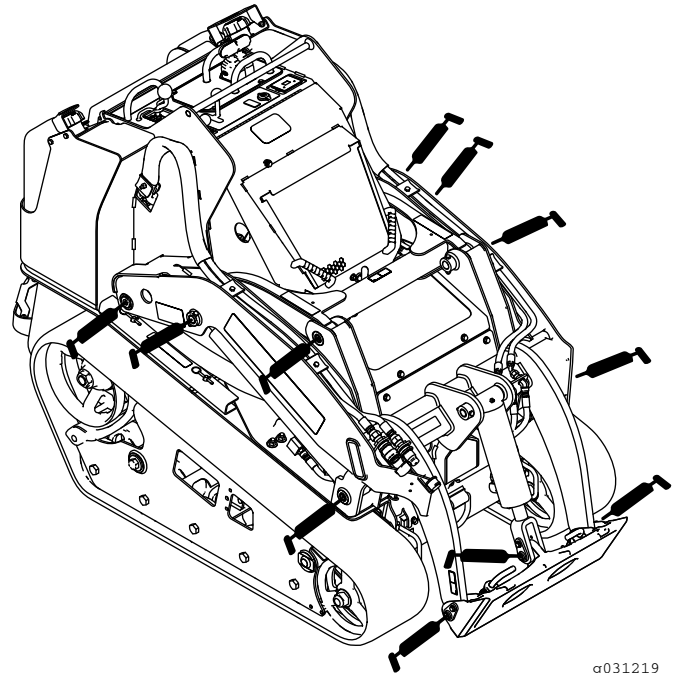
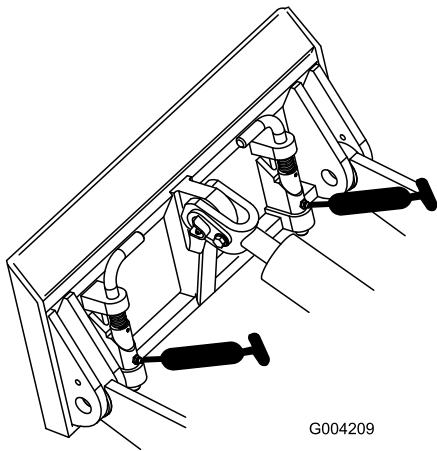
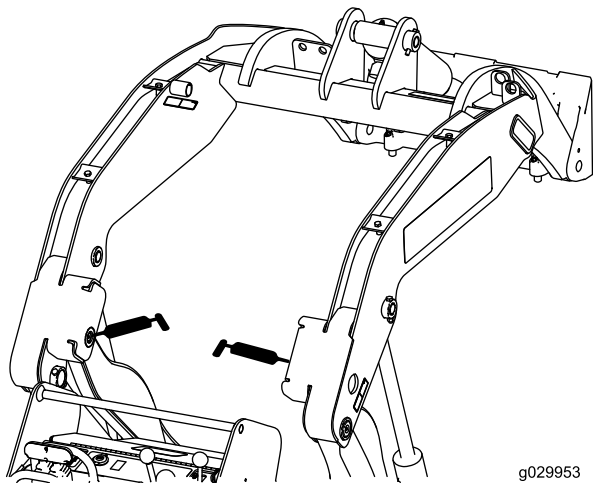

Figura 44
Figura 45
Figura 46
3. Collegate un ingrassatore a pressione a ciascun raccordo (Figura 44, Figura 45 e Figura 46).
Nota: Sollevate i bracci caricatori prima di ingrassare i raccordi nella Figura 46.